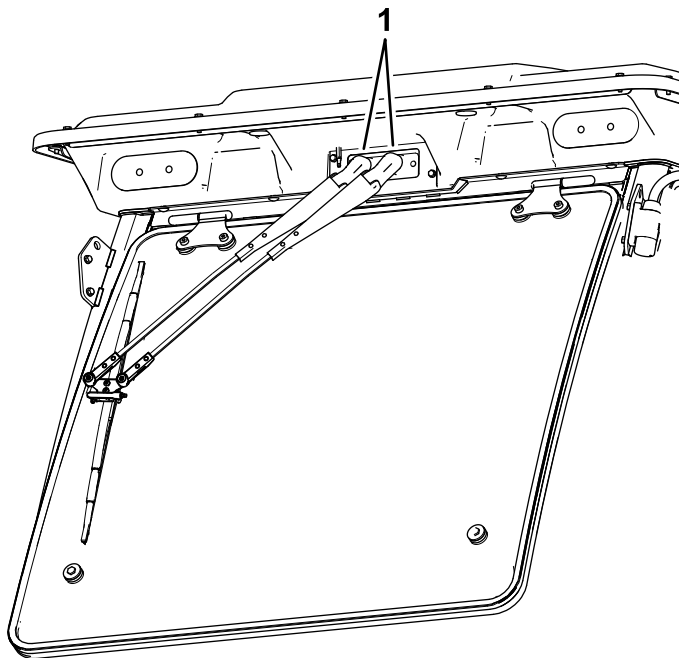

Figure 87
1. Ouvrez les capuchons sur les bras d'essuie-glaces (**Figure 87**).